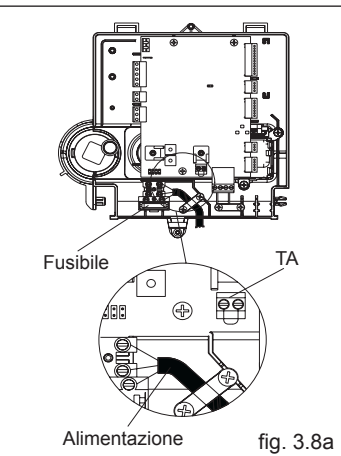

fig. 3.8a
- inserire il cavo dell'eventuale T.A. (fig. 3.8a).